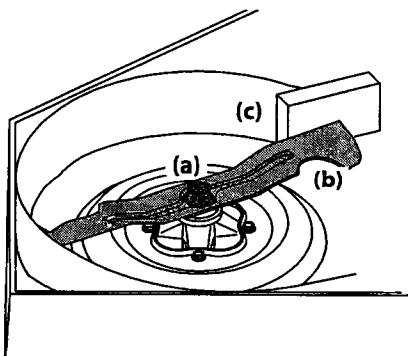

Figura 4-19
2. Use una llave de $\frac{15}{16}$ " para sostener la tuerca hexagonal en la parte superior del conjunto del husillo cuando afloje la tuerca hexagonal (a) que fija la cuchilla (b). Se puede colocar un bloque de madera (c) entre el alojamiento de la plataforma y el borde de corte de la cuchilla (b) para ayudar a aflojar la tuerca hexagonal (a) que fija la cuchilla. Consulte Figura 4-19.